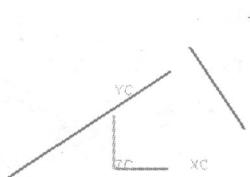

图 1-9 建立垂直于现有直线的直线示意图
- 定义【限制 1】=30, 定义【限制 2】=90, 然后创建出一条垂直于现有直线的直线, 如图 1-9 所示。